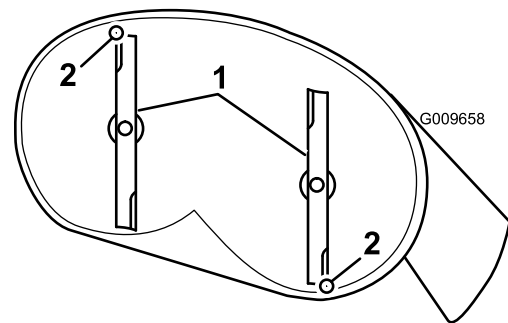

Figura 51
- Gire cuidadosamente las cuchillas colocándolas en el sentido de avance de la máquina (Figura 51).
- Mida entre la punta de la cuchilla delantera y la superficie plana y entre la punta de la cuchilla trasera y la superficie plana (Figura 51). Si la punta de la cuchilla delantera no está entre 1.6 y 7.9 mm (1/16 y 5/16 pulg.) más baja que la punta de la cuchilla trasera, ajuste la contratuerca delantera.
8. Compruebe la inclinación longitudinal de nuevo después del ajuste. Siga ajustando la tuerca hasta que la punta de la cuchilla más avanzada esté entre 1.6 y 7.9 mm (1/16 y 5/16 pulgada) más baja que la punta de la cuchilla más atrasada (Figura 51).